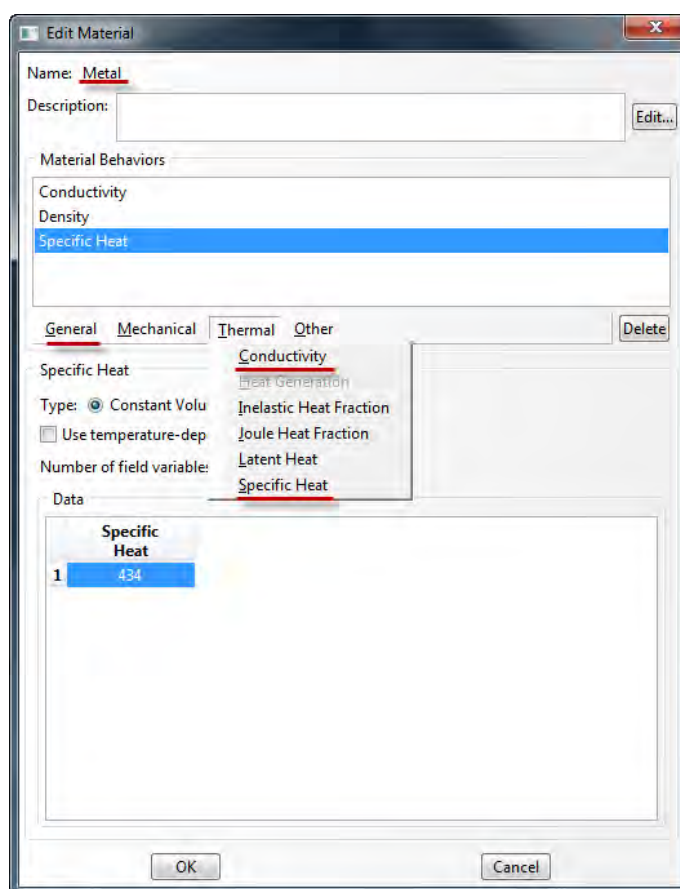

Рисунок 11.4 - Добавление свойств материала
1. Создадим материал с именем Metal. В Дереве Модели дважды щелкнув по контейнеру Materials, чтобы создать новый материал. В появившемся окне **Edit Material**, зададим имя Metal, в меню редактора выберем **Thermal => Conductivity** и введем значение коэффициента теплопроводности  $k=52 \text{ W/m}^\circ\text{C}$ . Для задания значения удельной теплоёмкости металла выберем **Thermal => Specific Heat** и введем  $c = 434 \text{ J/kg}^\circ\text{C}$ . Плотность металла задаётся в окне **General => Density** =  $7832 \text{ kg/m}^3$ . (Рисунок 11.4)